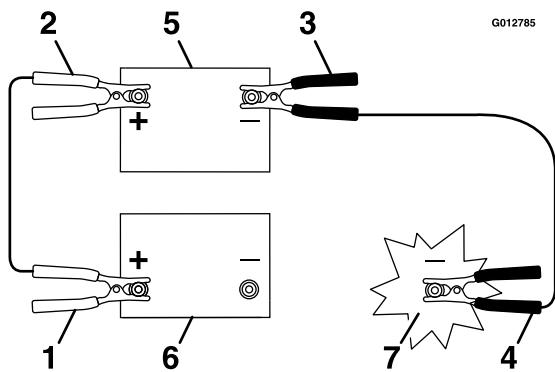

Figure 50
- Branchez le câble positif (+) à la borne positive (+) de la batterie à plat qui est reliée au démarreur ou au solénoïde, comme montré à la Figure 50.